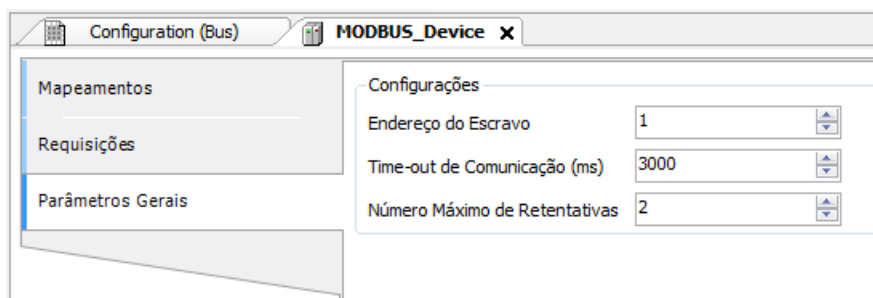

Figura 54: Tela de Configurações dos Parâmetros Gerais do Dispositivo
- Adicionar e configurar dispositivos através da aba Parâmetros Gerais, definindo endereço do escravo, time-out de comunicação e número de tentativas de comunicação como pode ser visto na Figura 54.